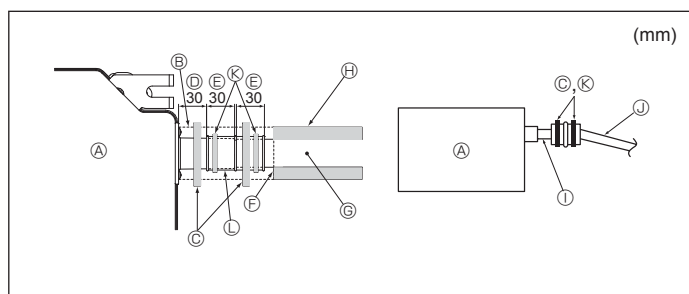

Fig. 3-5
1. Conecte el tubo de desagüe (suministrado con la unidad) al orificio de desagüe. (Fig. 3-5)